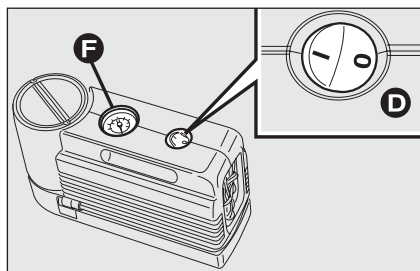
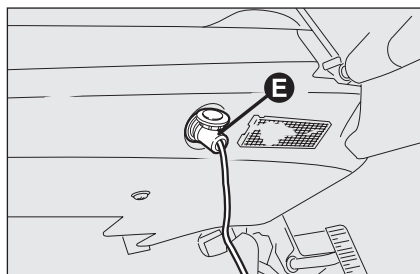

fig. 10
fig. 11
- assicurarsi che l'interruttore **D-fig. 10** del compressore sia in posizione 0 (spento), avviare il motore, inserire la spina **E-fig. 11** nella presa di corrente più vicina e azionare il compressore portando l'interruttore **D-fig. 10** in posizione **I** (acceso). Gonfiare il pneumatico alla pressione prescritta nel paragrafo "Pressione di gonfiaggio" del capitolo "Dati Tecnici".
- Per ottenere una lettura più precisa, si consiglia di verificare il valore della pressione sul manometro **F-fig. 10** con il compressore spento;